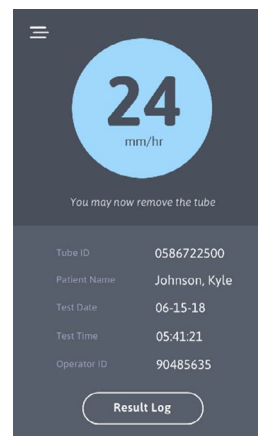

Figura 15
5. Quando o teste estiver concluído, o tubo é devolvido à porta de carregamento para ser retirado e o resultado do teste é apresentado no ecrã tátil (Figura 15).